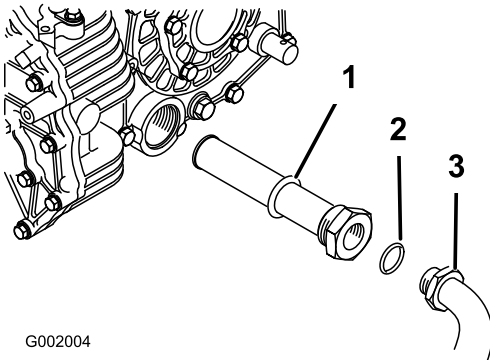

Bild 54
5. Nehmen Sie den Hydraulikschlauch und das 90°-Anschlussstück ab (**Bild 54**).